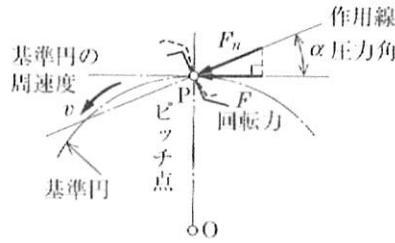

図2 歯面に働く力
⑥	6205	25	52	15	1	14000	7850	0.129
⑦	6206	30	62	16	1	19500	11300	0.199
⑧	6207	35	72	17	1.1	25700	15300	0.284
⑨	6208	40	80	18	1.1	29100	17900	0.366
⑩	6209	45	85	19	1.1	31500	20400	0.42
⑪	6210	50	90	20	1.1	35000	23200	0.459
⑫	6211	55	100	21	1.5	43500	29300	0.619
⑬	6212	60	110	22	1.5	52500	36000	0.783
⑭	6213	65	120	23	1.5	57500	40000	1
⑮	6214	70	125	24	1.5	62000	44000	1.09
(5) 平歯車④の基準円直径における接線方向荷重  $F_{t4}$  (図2の  $F$ ) を計算し、最も近い値を下記の〔数値群〕より選び、その番号を解答用紙の解答欄【Q】にマークせよ。(図2参照)
- ① 2      ② 2.5      ③ 3      ④ 3.5      ⑤ 4      ⑥ 4.5
(6) 図2より、歯面に作用する荷重  $F_n$  は、歯面に垂直で作用線上にある。平歯車④の場合、歯面に作用する荷重  $F_{n4}$  を(5)の結果を利用して計算し、最も近い数値を下記の〔数値群〕より選び、その番号を解答用紙の解答欄【R】にマークせよ。